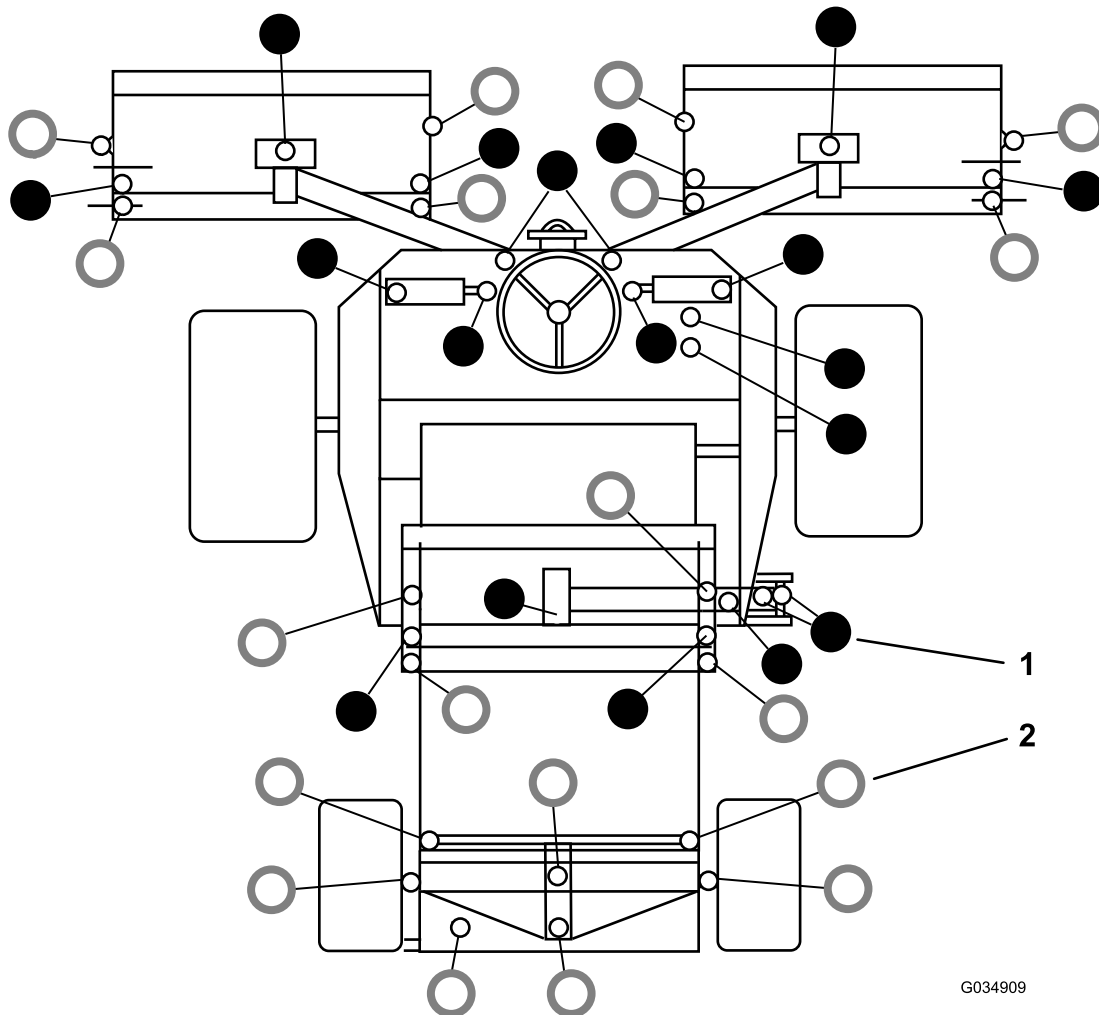

Bild 50
- Die Schmiernippelpositionen sind unter Bild 50 aufgeführt..